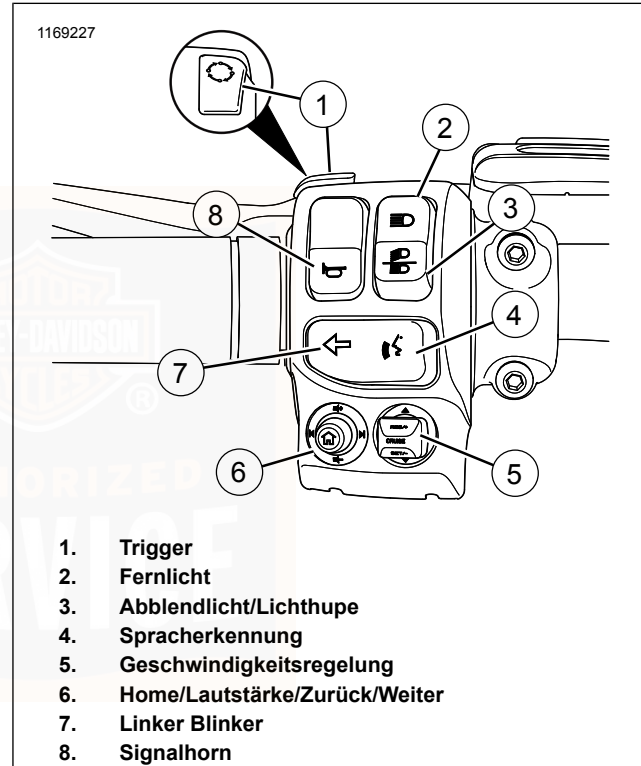

Abbildung 24. Linkes Schaltermodul (typisch)
Siehe Abbildung 24. **Fahrzeug aus:** Den Triggerschalter (1) drücken, um auf dem Kilometerzähler die Gesamtlauflistung anzuzeigen. **Fahrzeug im Modus Accessory/Ignition (Nebenverbraucher/Zündung):** Den Triggerschalter drücken, um durch die Kilometerzählerfunktionen zu schalten. Siehe Tabelle 25.
Siehe Abbildung 24. Den Fernlichtschalter (2) drücken, um das Fernlicht einzuschalten. Das Aufleuchten der blauen Kontrollleuchte für Scheinwerfer-Fernlicht zeigt an, dass das Fernlicht betätigt ist. Siehe Tabelle 25.
Abblendlicht: Siehe Abbildung 24. Den unteren Teil des Schalters für Abblendlicht/Lichthupe (3) drücken, um das Abblendlicht einzuschalten.
Siehe Abbildung 24. Der Spracherkennungsschalter (4) aktiviert bei entsprechend ausgestatteten Fahrzeugen die Spracherkennungsfunktionen. Bei angeschlossener Sprechgarnitur den Sprachsteuerungsschalter drücken. Das Radio zeigt eine Liste der verfügbaren Befehle. Sprechen Sie den gewünschten Befehl in das Mikrofon der Sprechgarnitur. Siehe BOOM! BOX BEDIENUNGSANLEITUNG.
Siehe Abbildung 24. Der Schalter der Geschwindigkeitsregelung „CRUISE/SET/RESUME“ regelt automatisch die Geschwindigkeit des Fahrzeugs. Siehe Geschwindigkeitsregelung (Seite 96) bezüglich detaillierter Bedienungsanweisungen.
Siehe Abbildung 24. Mit der Fünfwege-Taste HOME/LAUTSTÄRKE/ZURÜCK/WEITER (6) können bei entsprechend ausgestatteten Fahrzeugen Radiofunktionen bedient werden. Siehe BOOM! BOX BEDIENUNGSANLEITUNG.
Aktivieren: Siehe Abbildung 24. Den linken Blinkerschalter (7) drücken, um den linken Blinker zu aktivieren. Siehe Tabelle 25.
Siehe Abbildung 24. Das Signalhorn wird über den
Der Triggerschalter befindet sich vorn am linken Lenkerbedienungsselement. Siehe Abbildung 24.